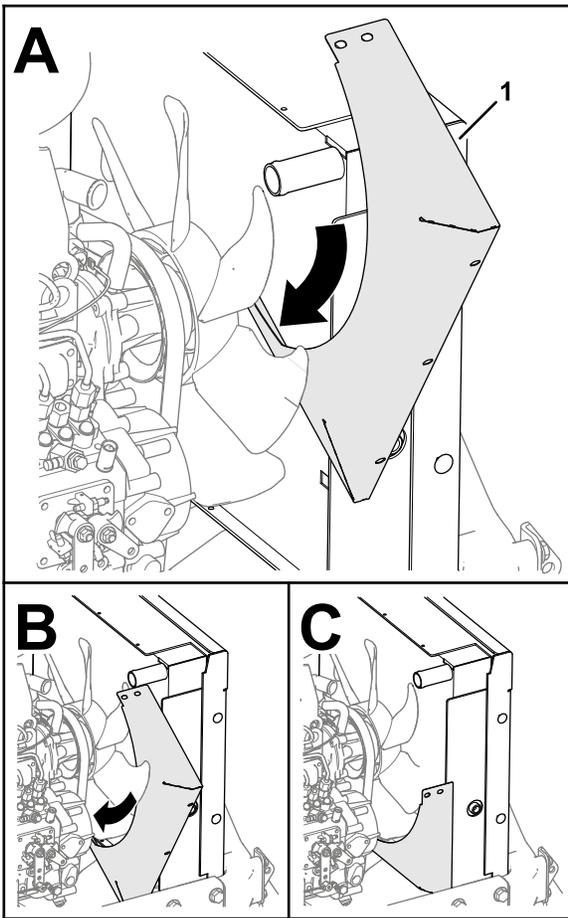

Figure 33
1. Installez le carénage inférieur du ventilateur sur la machine comme montré à la Figure 33.